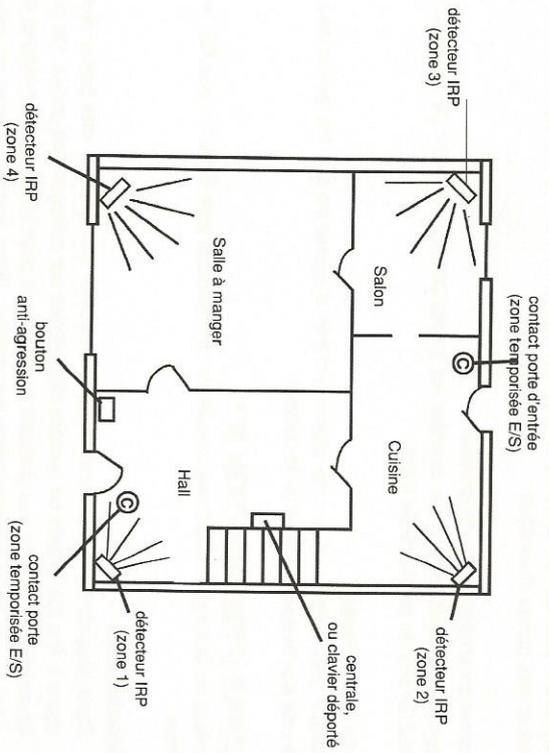

Fig.2 Rez-de-chaussée
a) Dans plus de 60% des cambriolages, le voleur pénètre par une porte. Sur la figure 2, il a été installé un contact magnétique sur chacune des portes. De plus, la centrale se sert de ces contacts magnétiques pour indiquer à l'utilisateur qu'il a laissé une zone ouverte (zone temporisée). Dans ce cas, la mise en service est refusée.